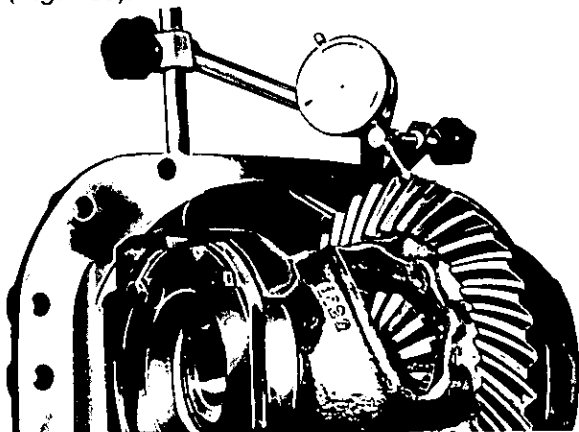

Fig. 135 - Misurazione del gioco tra pignone e corona.
- il gioco di accoppiamento tra denti corona e denti pignone è riportato nella tabella dei dati. Il controllo va fatto mediante la base magnetica 5.9030.267.0 ed il comparatore centesimale 5.9030.272.0 su un dente della corona conica (Fig. 135).